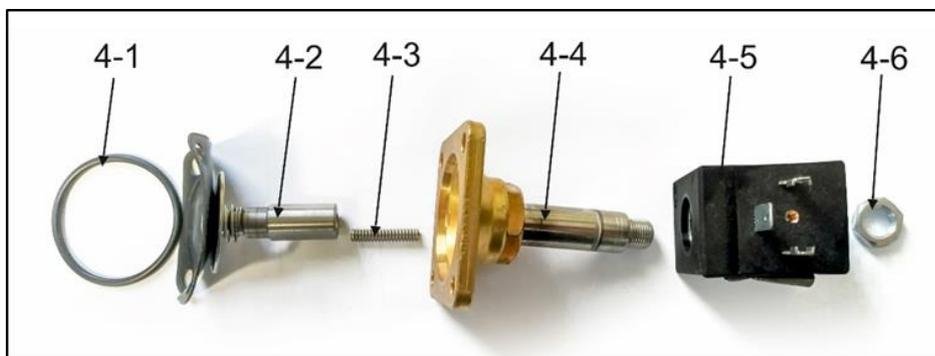

Рис. 41: Сборка электромагнитного клапана
- Отвинтите 1 винт от соединителя клапана (1).
- Отсоедините соединитель клапана (2).
- Отвинтите 4 винта (3).
- Снимите электромагнитный клапан (4).
- Установите электромагнитный клапан (см. Рис. 41).
- Установите новый электромагнитный клапан, используя 4 винта (3), предварительно нанеся на их резьбу резьбовой герметик (например, Loctite 243).
- Снова установите соединитель электромагнитного клапана и завинтите винт (1).